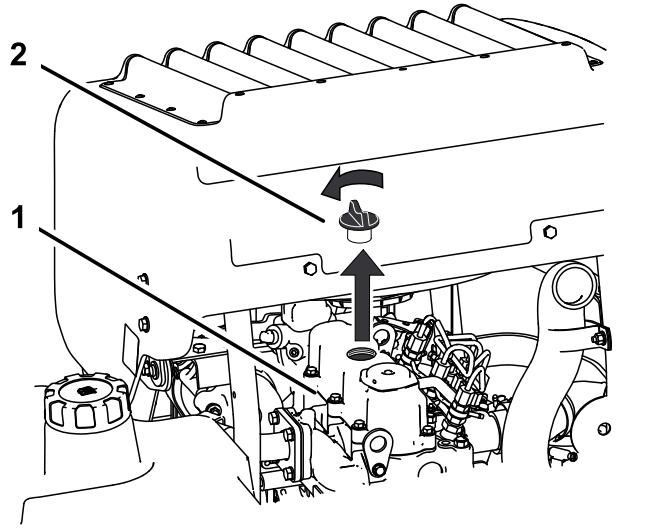

Figura 68
- Retire o tampão de enchimento do óleo da parte superior do motor (Figura 68).
- Retire o tampão de enchimento de óleo e a vareta (Figura 68).